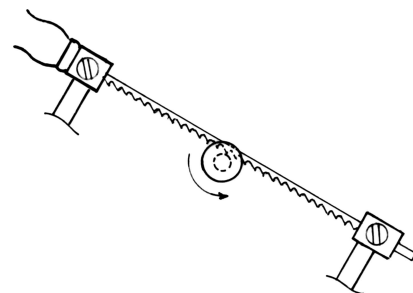

Abb. 5: Juffer absägen
- c. Absägen mit kleiner, feiner Laubsäge (Abbildung 5). Das Sägeblatt wird hierzu so verkehrt eingespannt, wie's nur geht: